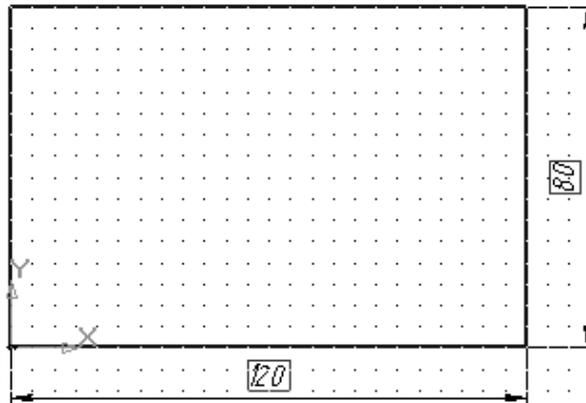

Рис. 7.9. Эскиз основания детали
4. Постройте эскиз основания детали, изображённый на рис. 7.9.